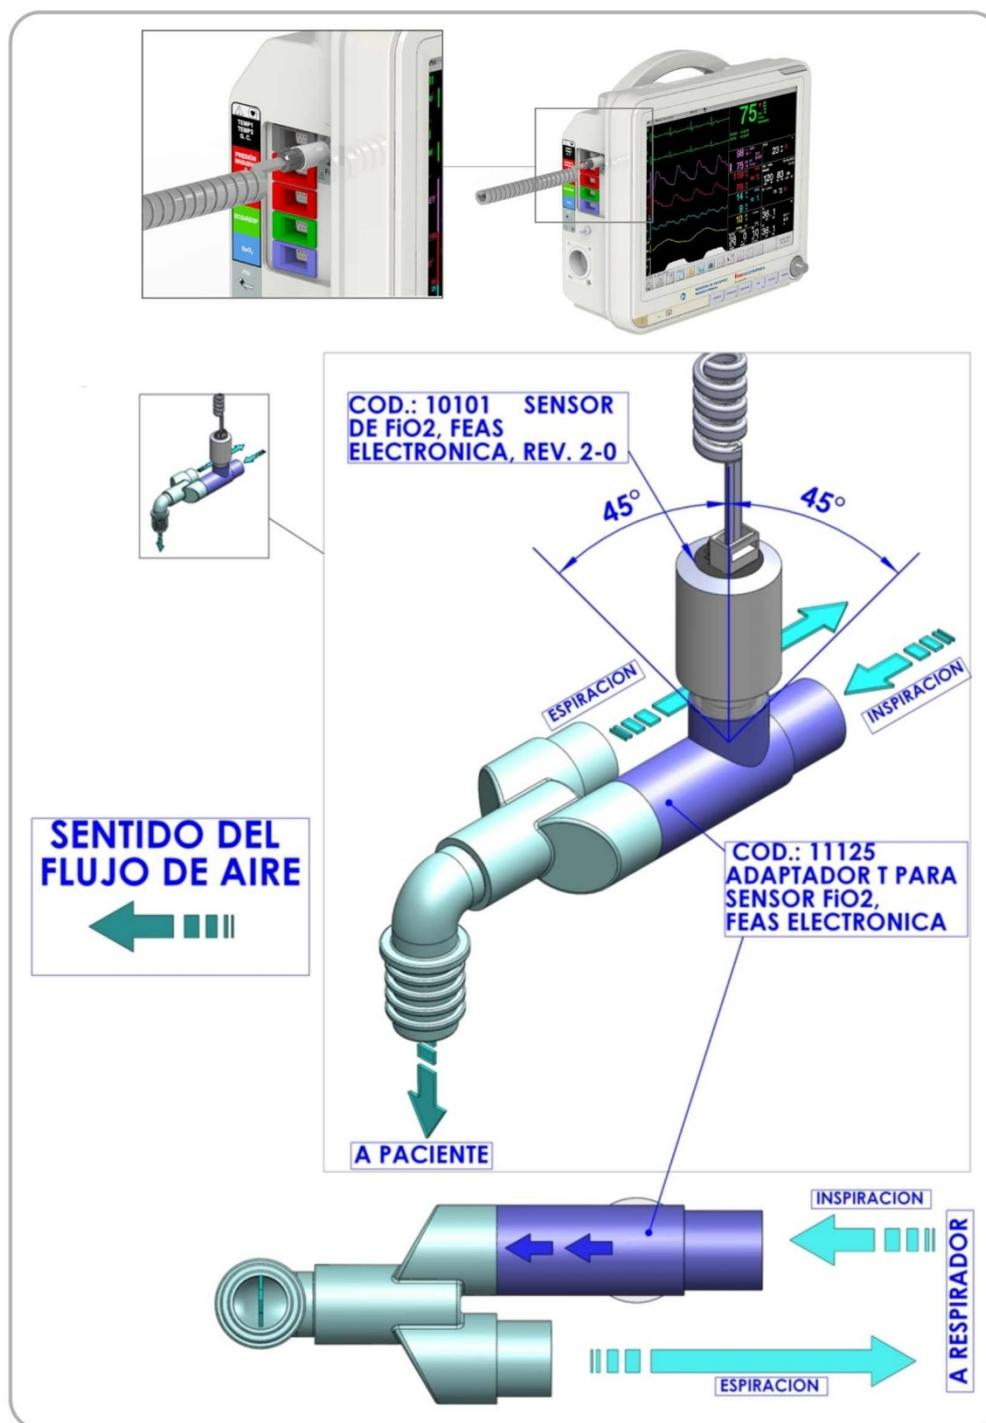

Figura 15-2 - Conexionado de FiO2, posición final de la celda de O2
**NOTA:** Montar el “Adaptador T” con el derivador central hacia arriba. Mantenerlo así en todo momento. El sensor de O2 debe estar en forma vertical hacia arriba (como se ve en la figura 15.2), para evitar que caiga sobre el sensor el vapor que se condensa en el “Adaptador T”